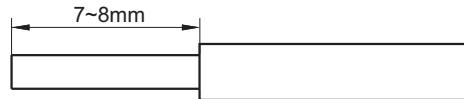
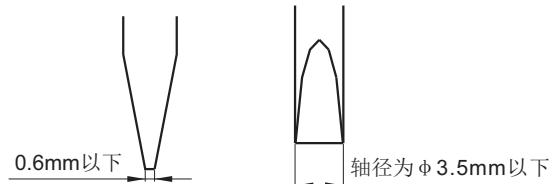
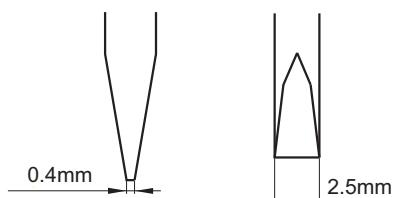

图1
图2
图3
导线前端需剥去7mm~8mm的绝缘保护层，如图1所示。请务必按此尺寸使用。
• 接线时，请使用如图2所示的螺丝刀：
一字型螺丝刀：见图2
接线时，请使用如图3所示螺丝刀。
将继电器插座防脱卡簧呈现于打开状态(详见图1)，将继电器对准插座主体型腔(详见图2)。然后逆时针扳动防脱卡扣，同时轻轻下压继电器，直至继电器完全装入插座(详见图3)。
(图1)
(图2)
(图3)